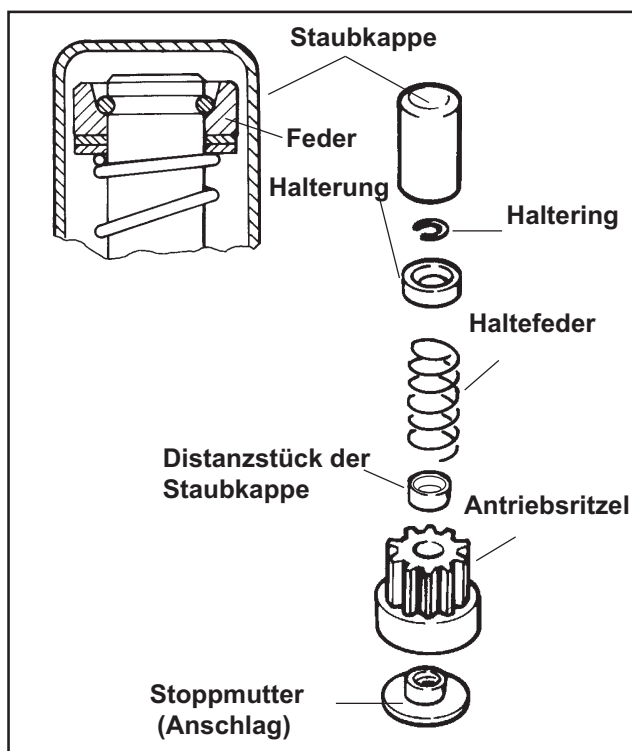

Abbildung 8-35. Antriebsteile, "abgedeckter" Anlasser mit Trägheitsbewegung.
1. Die Gummistaubkappe verfügt auf der Innenseite über geformte Rippen, die in die Aussparung des Distanzstücks der Staubkappe einrasten (siehe Abbildung 8-35). Das Antriebsritzel im Uhrzeigersinn drehen, bis es die voll ausgefahrene Position erreicht. Das Antriebsritzel in der ausgefahrenen Position halten, die Spitze der Staubkappe mit einer Gripzange oder einer anderen Zange erfassen und das Abstandsstück entfernen.
3. Unter erneuter Bezugnahme auf die Abbildung 8-35 den Federhalterling ergreifen und in Richtung Anlasser drücken, wobei die Haltefeder zusammengedrückt und der Haltering freigelegt wird.